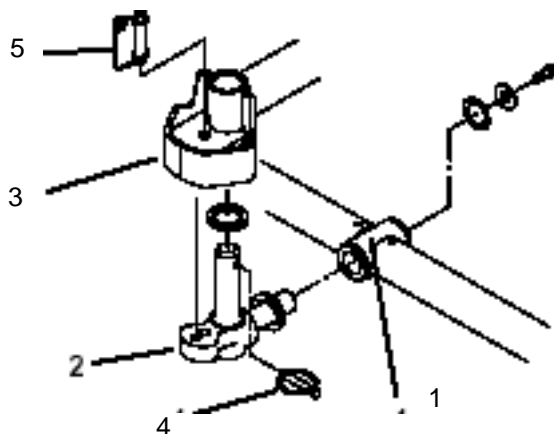

図4
6. スラストワッシャを、ピボットナックルの水平シャフトに差し込む (図4)。
7. ピボットナックルの水平シャフトをキャリアフレームの取り付け穴に差し込む (図4)。
8. スラストワッシャ、平ワッシャ、フランジヘッドキャップスクリュを使って、ピボットナックルをキャリアフレームに固定する (図4)。
9. ピボットナックルの垂直シャフトにスラストワッシャを差し込む (図4)。
10. ピボットナックルの垂直シャフトを外している場合には、ここで昇降アームのピボットハブに差し込む (図4)。ピボットナックルを2枚のゴム製センターリングバンパー (昇降アームステアリングプレートの下) の間に挟む。
11. ピボットナックルシャフトのクロスホールにリンチピンを差し込む (図4)。
14. ステアリングロックピンの下にスプリングを掛けて終了 (図4)。